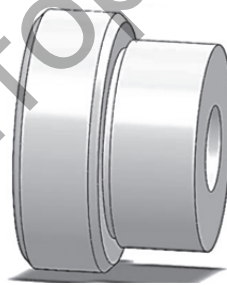

Рисунок 14.4
3. Создайте две фаски на большем цилиндре с размерами  $1 \times 45^\circ$ , используя команду «Фаска» (рис. 14.4).